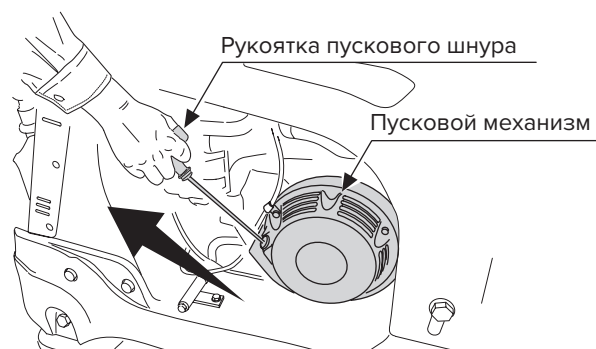

Рис. 11
6. Медленно потяните за ручку стартера, пока не почувствуете сопротивление. Затем поняните резко, чтобы запустить двигатель. Будьте осторожны, чтобы не порвать шнур. Медленно верните ручку на место, чтобы она не ударилась о корпус двигателя (рис. 11).